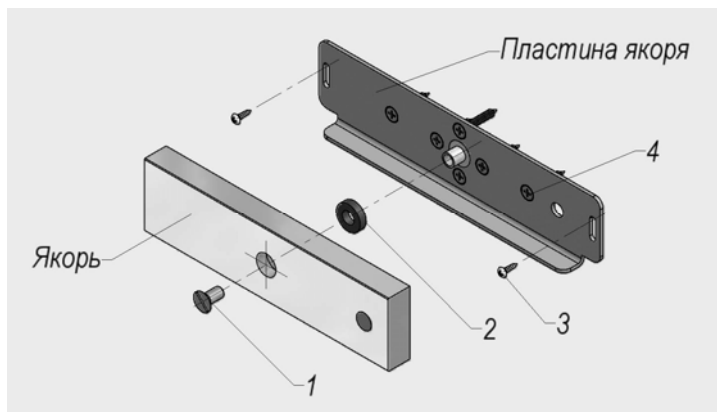

Рис.2
В комплекте поставки замка **AL-350FB-02** элементы крепежа якорной части заменены комплектом крепления якоря **AL-350P** (рис.2):
- комплект крепления якоря **AL-350P** (Рис.2).
Якорь замка для варианта поставки **AL-350FB-02** устанавливается без сверления монтажных отверстий в двери и без штифта. Якорь соединяется с пластиной винтом М6х12 через амортизирующую резиновую шайбу и затем через регулировочные пазы в пластине крепится саморезами (поз.3 рис.2) к двери. После окончательной регулировки взаимного положения корпуса и якоря при закрытой двери саморезы (поз.3) затягиваются, якорь снимается с пластины и выполняется крепление пластины к двери саморезами (поз.4), после чего якорь снова устанавливается на пластину.